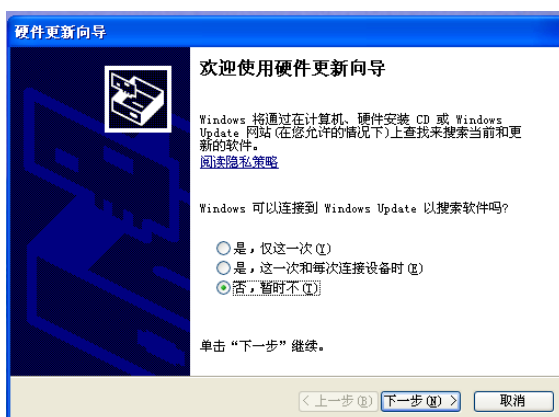

图 5-5 找到新硬件
- 第一次插入 USB 电缆后，计算机会在桌面的右下角提示：“发现新硬件”，紧接着会弹出要求安装驱动的对话框，如图 5-5。